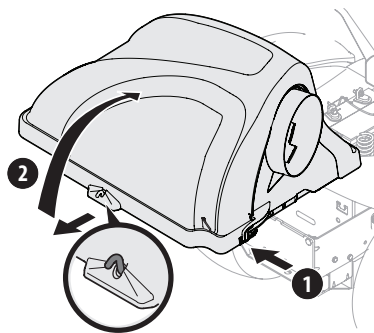

Figure 25
2. Soulevez le couvercle du bac récupérateur en pressant sur la patte arrière droite avec votre main droite (1) de la Figure 25 et en soulevant le couvercle à partir du milieu avec votre main gauche (2). Ne retirez pas le tube flexible et le coude de la goulotte de l'appareil.